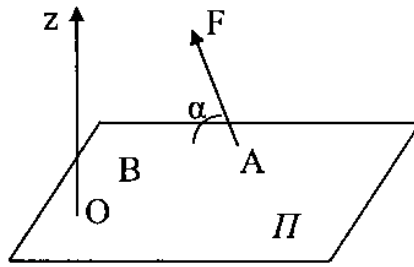

Рис.9
4. В точке А плоскости  $\Pi$  приложена сила  $F$  под углом  $\alpha$  к плоскости, (рис.9). Момент силы  $F$  относительно оси  $OZ$  равен